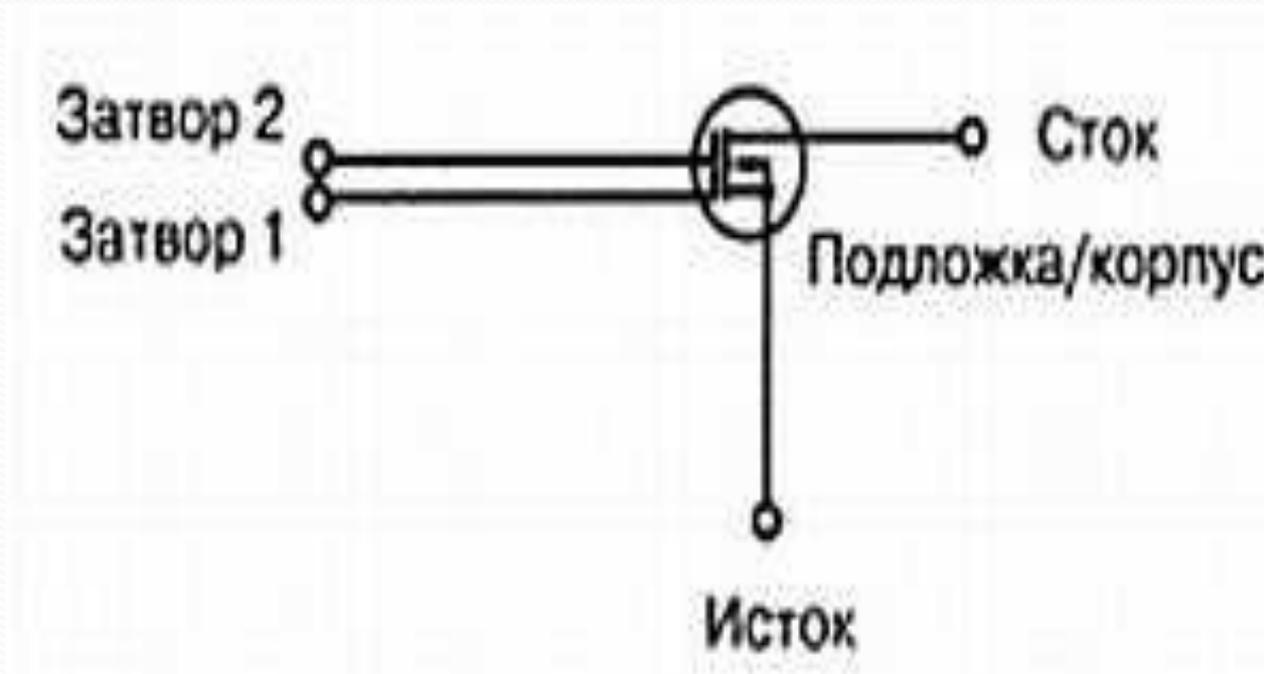

Рис. 1.27. Схематическое изображение двухзатворного МОП-транзистора и каналом n -типа
- По этой причине при перемещении у МОП-транзисторов затвор и исток закорачиваются. Для этого их выводы скручиваются вместе, или на них надевается специальная пружина. Защищенный МОП-транзистор с двойным затвором позволяет решить эту проблему, правда, за счет уменьшения входного сопротивления (рис. 1.27).